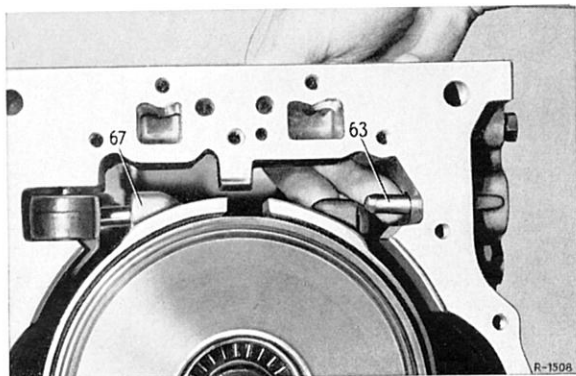

Bild 27-11/28
28 Beide Druckstifte (63) am Bremsband B 3 (67) ausbauen (Bild 27-11/28).